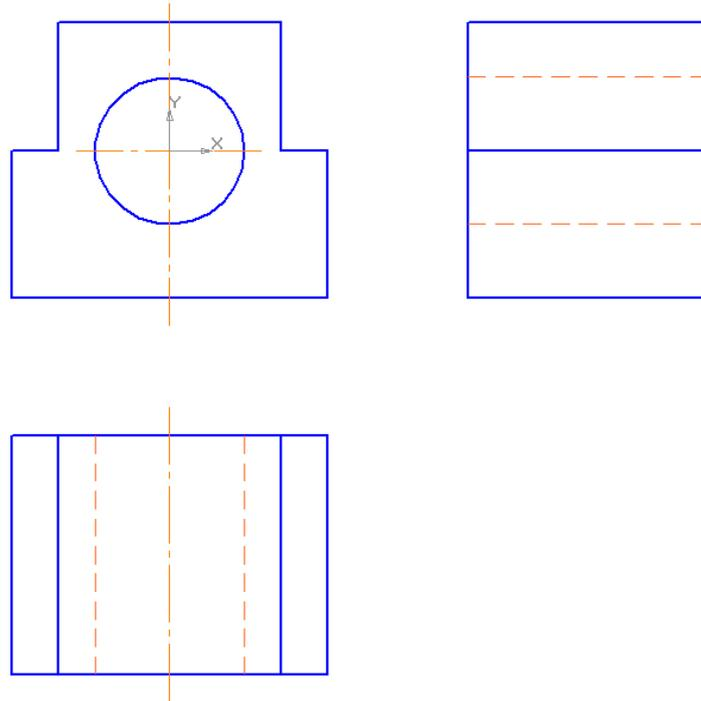

Рис. 17.5. Проекционный чертеж опоры.
4.7. Удалите вспомогательные линии (рис. 17.5).